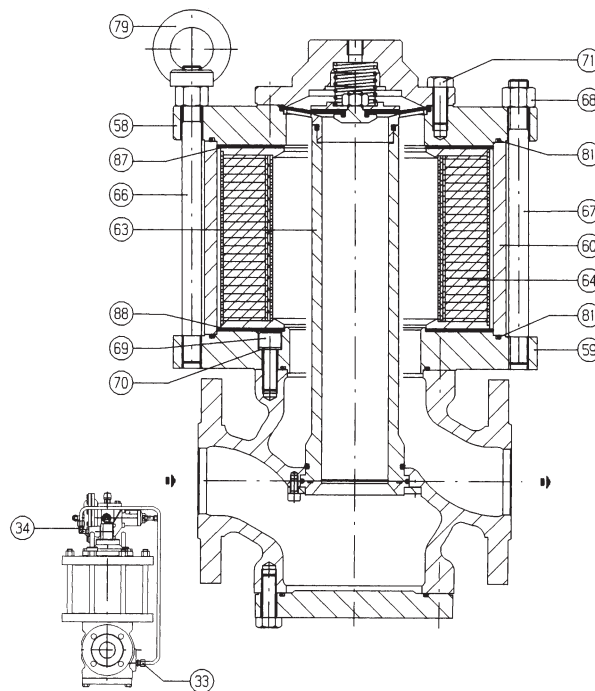

Fig. 26
- der Deckel (3) muss so auf der Stellgliedführung (2) befestigt werden, dass die Durchlassöffnung für den Steuerdruck mit jener auf der Stellgliedführung selbst übereinstimmt;
- bei der Montage der aus der Membrane (50) und den Schutzscheiben bestehenden Baugruppe muss kontrolliert werden, ob die Düsenöffnung in Scheibe (13) auf die Öffnung von Scheibe (21) ausgerichtet ist, darüber hinaus ist zu kontrollieren, ob die Öffnung von Düse (10) frei von Schmutz und Fremdkörpern ist;
- die Gesamtheit des oberen Deckels (3) mit Flansch (14) und der Stellgliedführung muss so montiert werden, dass der Teller der Stellgliedführung einwandfrei zwischen Scheibe (18) und Kolbenführung (11) eingefügt wird und die Öffnung auf Scheibe (13) nicht blockiert; die Baugruppe muss so ausgerichtet werden, dass das Fenster des Hubanzeigers gut sichtbar ist;
- Vor dem Festziehen der Sperrmutter (9) prüfen, ob die Feder (54) einwandfrei im Zentrieranschlag auf der Stellgliedführung (2) sitzt;
- Acht geben, dass das Entfernungsstück (22) nicht umgekehrt montiert wird.
**7.5 PROCEDURA DI MANUTENZIONE Silenziatore DB/93 (Fig. 26)**
**7.5 MAINTENANCE PROCEDURE DB/93 silencer (Fig. 26)**
**7.5 WARTUNGSANWISUNGEN Schalldämpfer DB/93 (ABB. 26)**
Silencieux DB/93 (Fig. 26)
Silenciador DB/93 (Fig. 26)